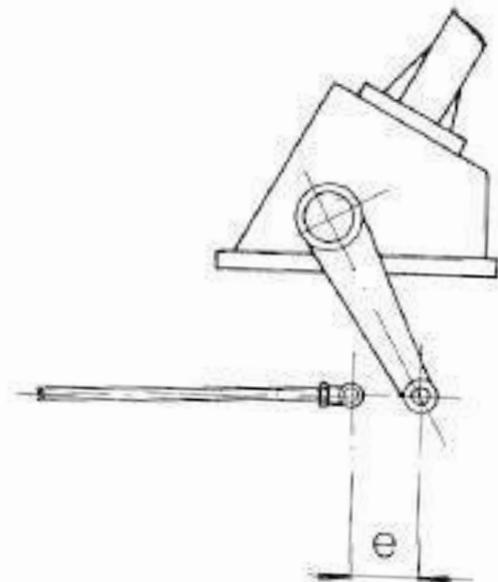

FIG. 70 - Position du levier de direction avec volant complètement à droite
- faire tourner le volant de conduite vers la droite en plaçant le levier de direction tout à fait à l'arrière (Fig. 70);
- mesurer la distance (e) avec un pied à coulisse (Fig. 70);